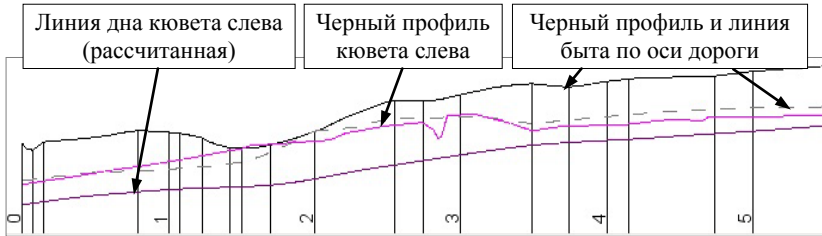

Рис. 21.5
5. Проанализировать полученный профиль кювета можно и визуально в окне **Продольный профиль** (рис. 21.5), но удобнее это сделать на основе данных, которые автоматически рассчитываются и заполняются в сетке **Кювет слева**.